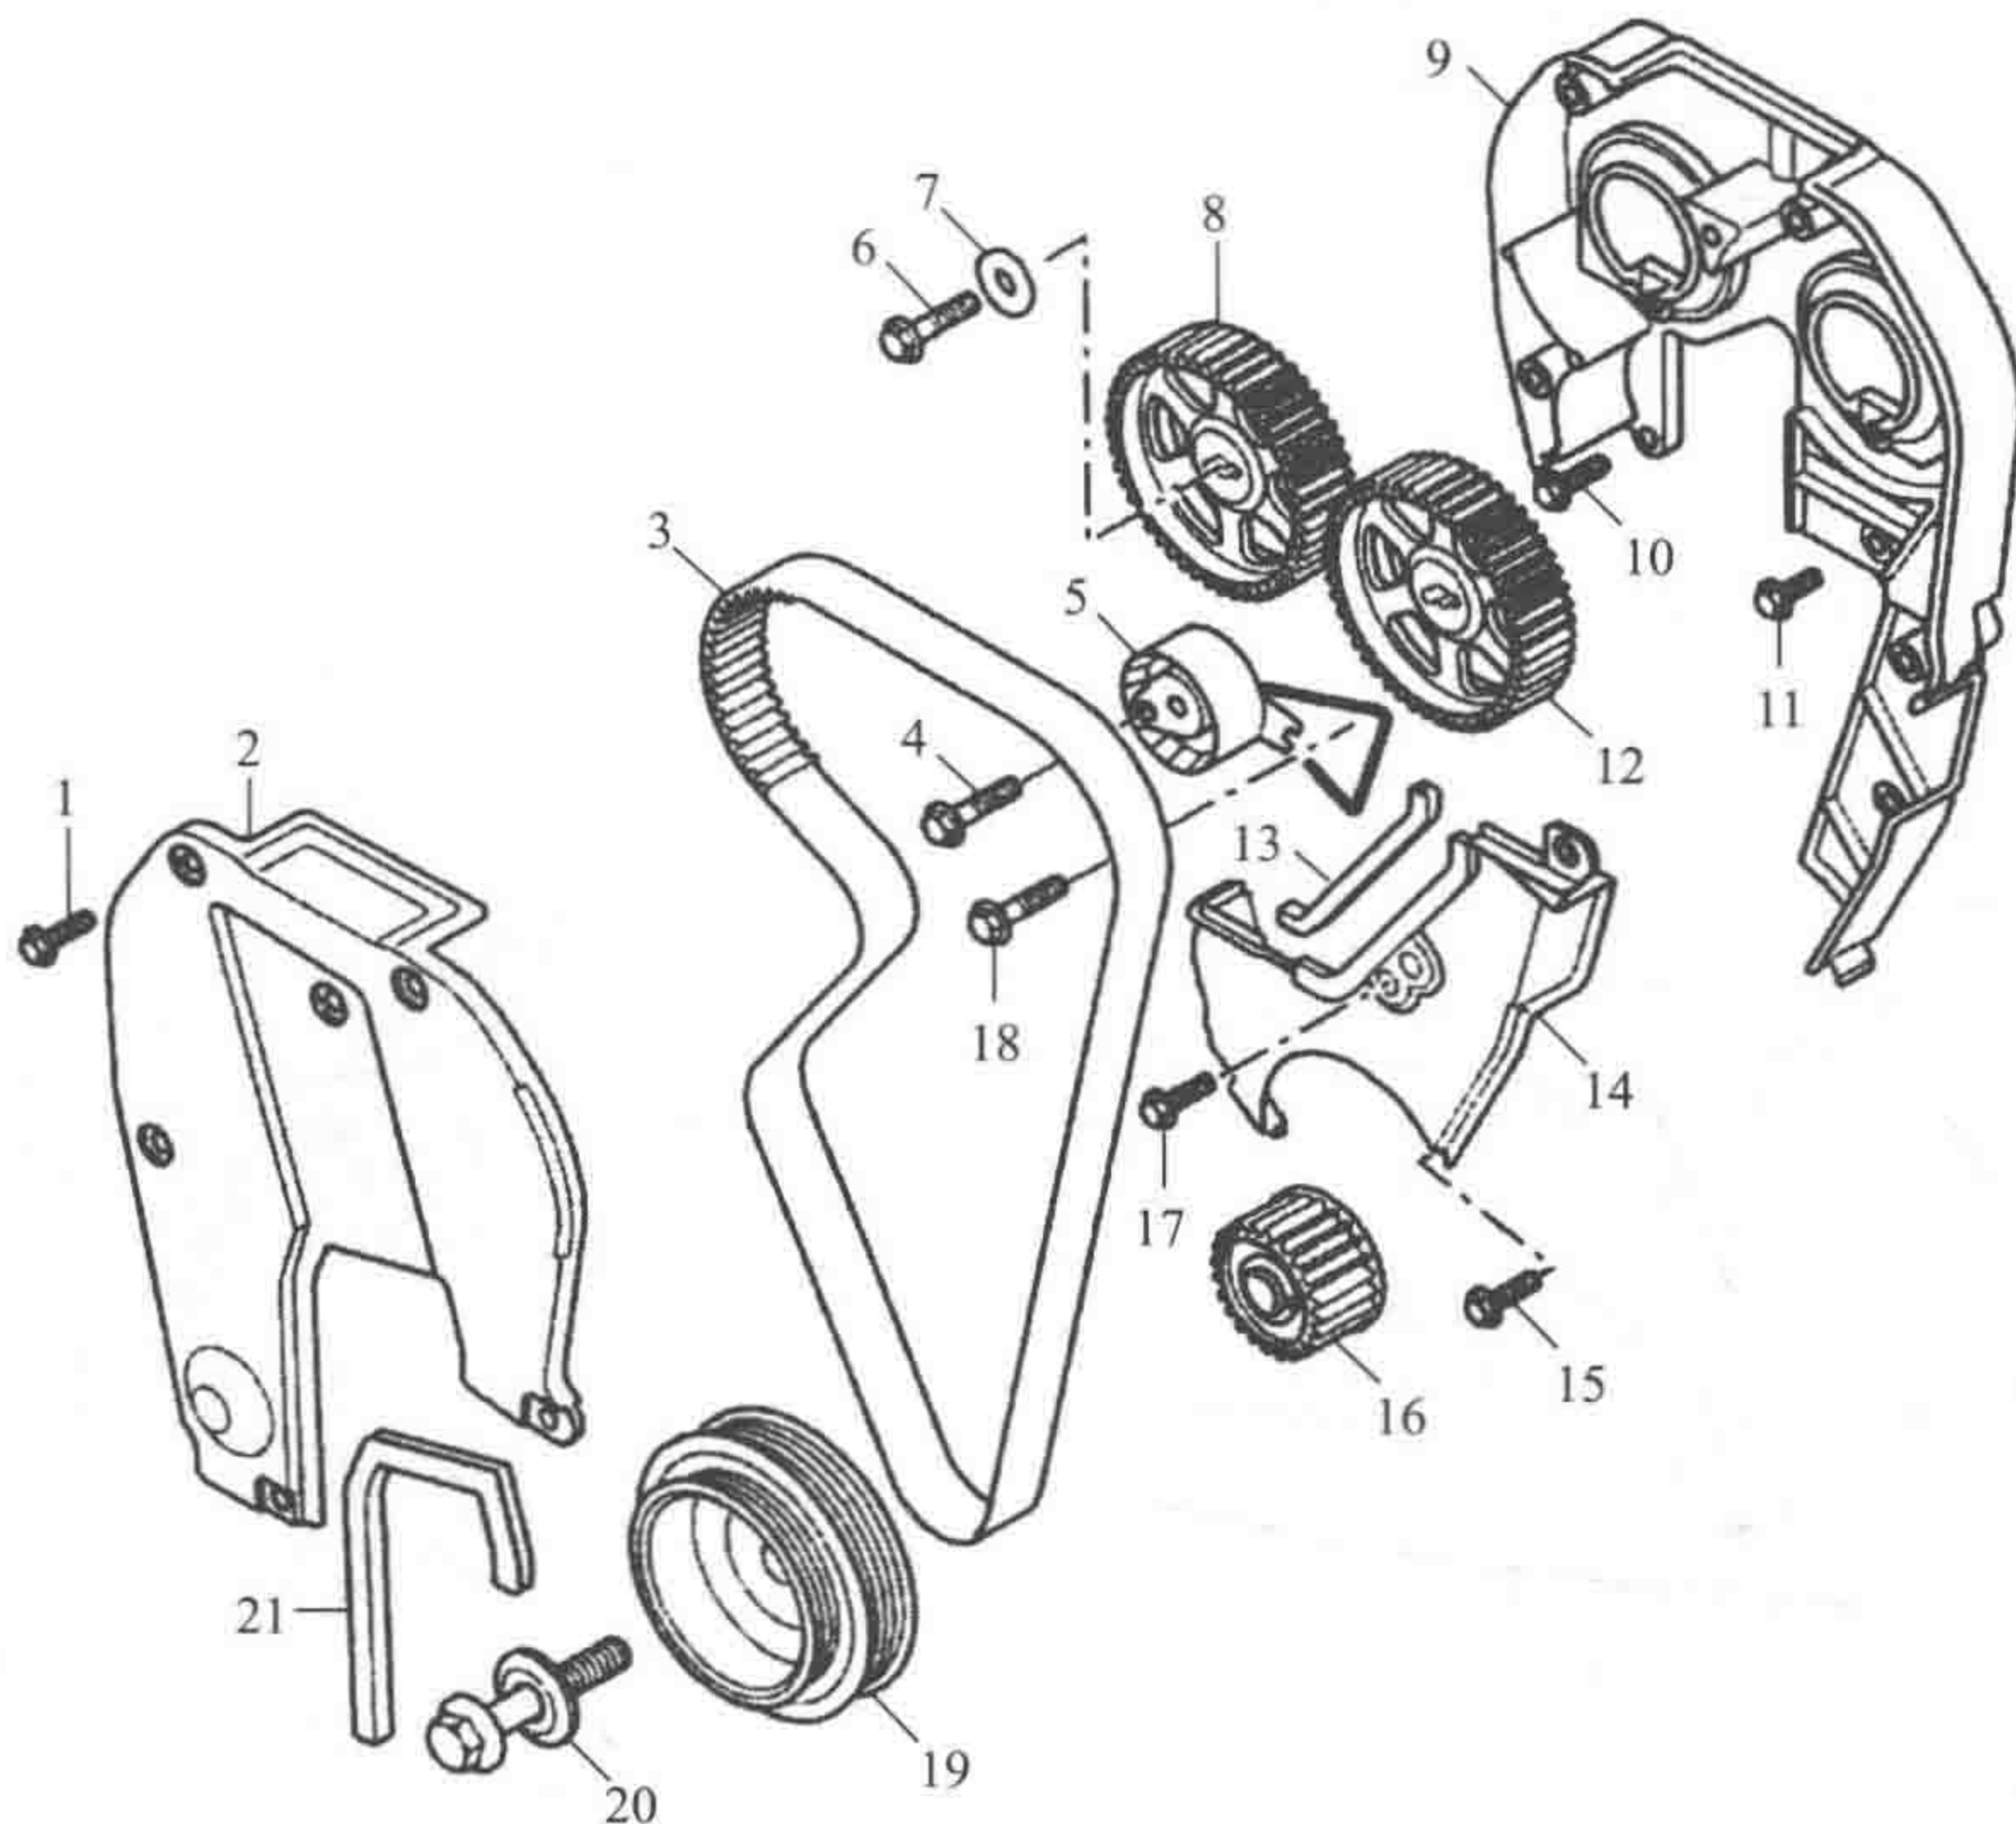

图 1-1-12 1.8T 发动机正时皮带部件识别
1. 1.8T 发动机正时皮带部件识别 (图 1-1-12、表 1-1-1)